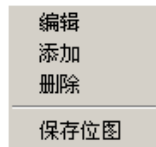

图 4.23 右键菜单
4、右键快捷菜单：在视图区点击鼠标右键弹出右键菜单(如图 4.23 所示)，该视图列出对当前静标指示测点进行编辑、删除、向